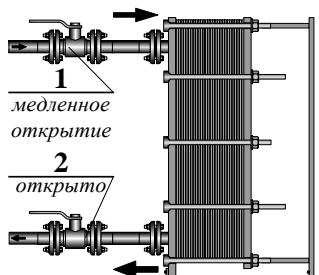

Рис. 13 Положение задвижек при пуске
8.2.2 При пуске (рис. 13), медленно открыть задвижку 1 на входе теплоносителя. Вытеснить полностью воздух из аппарата. Закрыть вентиль развоздушивания 3 (см.рис 12). Повторить описанный выше порядок для второй стороны. Степень заполнения полостей теплообменника контролировать по манометрам. Полное открытие задвижки 1 производить только после окончания наполнения обеих полостей теплообменника. В пароводяном теплообменнике первой открывается задвижка, расположенная на трубопроводе подачи холодной воды.